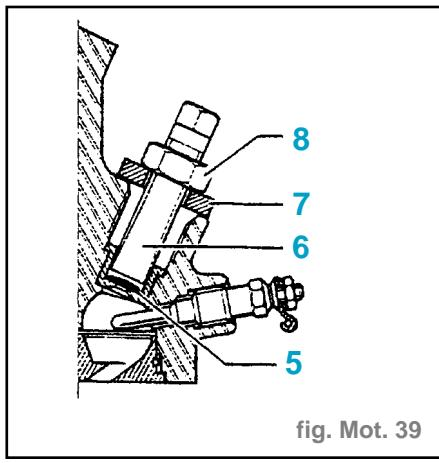

fig. Mot. 39
- les porte-injecteurs (1) en utilisant la douille (réf. 0149),
- les rondelles d'étanchéité (2),
- les rondelles pare-flammes (3).
- Obstruer le trou (5) du protège-injecteurs avec de la graisse (fig. Mot. 39).